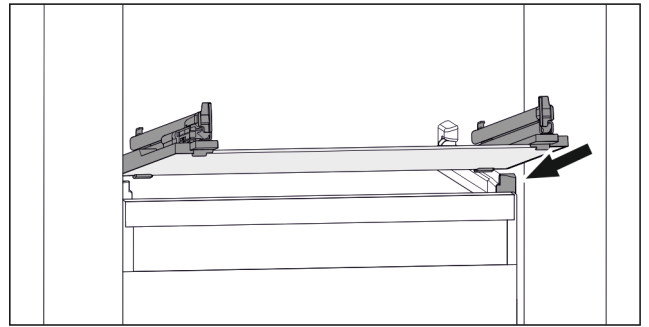

Fig. 119 Representación de la placa de vidrio a modo de ejemplo
- ▶ Coloque la placa de vidrio inclinada detrás de los topes. (consulte Fig. 119)